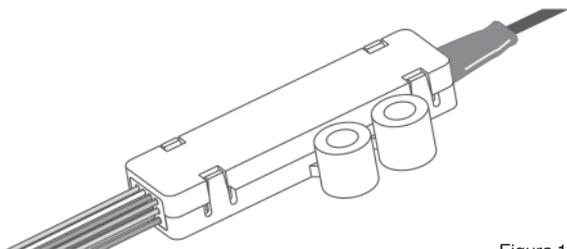

Figura 1
**1.2** Os Fan-Outs ramificam as fibras de um cordão em fibras individuais protegidas por um tubo protector de PVDF de 900 µm (Figura 1). As fibras podem então ser preparadas para conexão em conformidade com os requisitos da interface do hardware. Um kit de montagem (TKT-FANBT-A) está disponível para o ajudar na instalação dos fan-outs BTF.